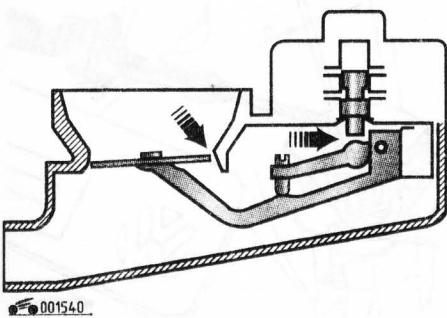

Рис. 4.72. Места проверки свободного хода пластины измерителя расхода воздуха системы впрыска KE-Motronic
11. Проверьте свободный ход пластины измерителя потока воздуха. Включите стартер на 10 с, затем немного поднимите пластину измерителя потока воздуха так, чтобы почувствовать небольшое сопротивление. Минимальный свободный ход должен быть 0,5 мм, максимальный – 3,0 мм до края диффузора (рис. 4.72).